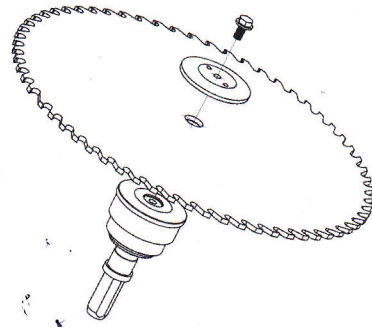

Рисунок 6
6. Установите диск пильный на вал приставки (рисунок 6). Проверьте и, при необходимости, подтяните болты крепления крышек подшипников рабочего вала и предохранительного кожуха.